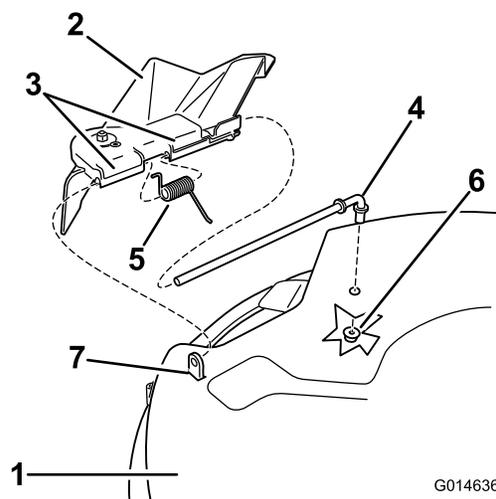

Figure 58
1. Repérez les éléments illustrés à la Figure 58.
2. Retirez l'écrou (3/8 pouce) de la tige, sous le plateau de coupe (Figure 58).
3. Sortez la tige de la courte cheville de positionnement, du ressort et du déflecteur d'herbe (Figure 58). Déposez le déflecteur d'herbe s'il est endommagé ou usé.
4. Remettez en place le déflecteur d'herbe (Figure 58).
6. Placez le ressort sur la tige, les fils d'extrémité dirigés vers le bas, entre les supports du déflecteur d'herbe. Insérez la tige dans le deuxième support du déflecteur d'herbe (Figure 58).
7. Insérez la tige à l'avant du déflecteur dans la courte cheville de positionnement sur le plateau. Fixez l'extrémité arrière de la tige dans le plateau de coupe à l'aide d'un écrou (3/8 pouce) (Figure 58).